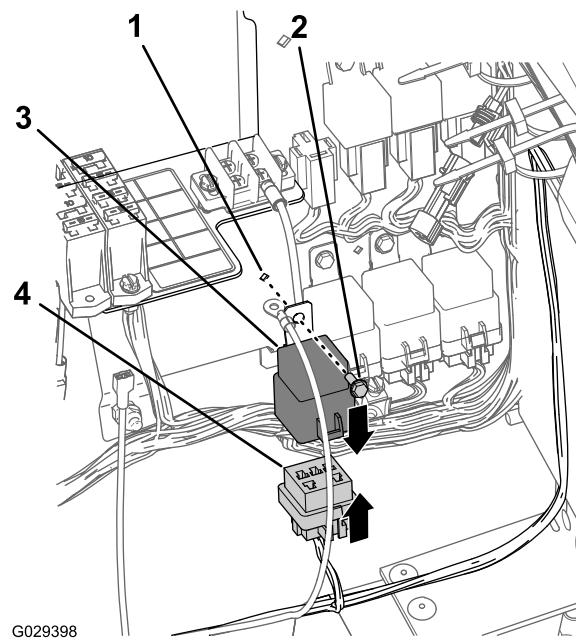

Bild 18
1. Flachten Sie am Motorraumzweig (197 cm) des Kabelbaums das Relais mit dem 5-Stiftstecker des Kabelbaums für das Finishingkit aus (Bild 18).
2. Stecken Sie die Stifte des Relais in die Buchsen des Steckers (Bild 18).
3. Flachten Sie das Loch in der Befestigungsnase des Relais mit dem Loch in der Kabelplatte aus (Bild 18).
4. Befestigen Sie das Relais mit der Bundkopfschraube (Nr. 10-24" x 1/2") an der Platte (Bild 18).